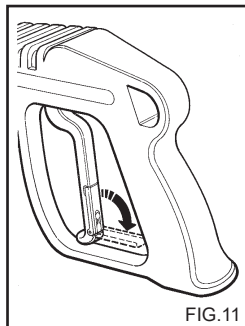

FIG.11
- Wenn der Hochdruckreiniger nicht benutzt wird, die Sicherheitsvorrichtung am Griff schließen. (Fig.11)